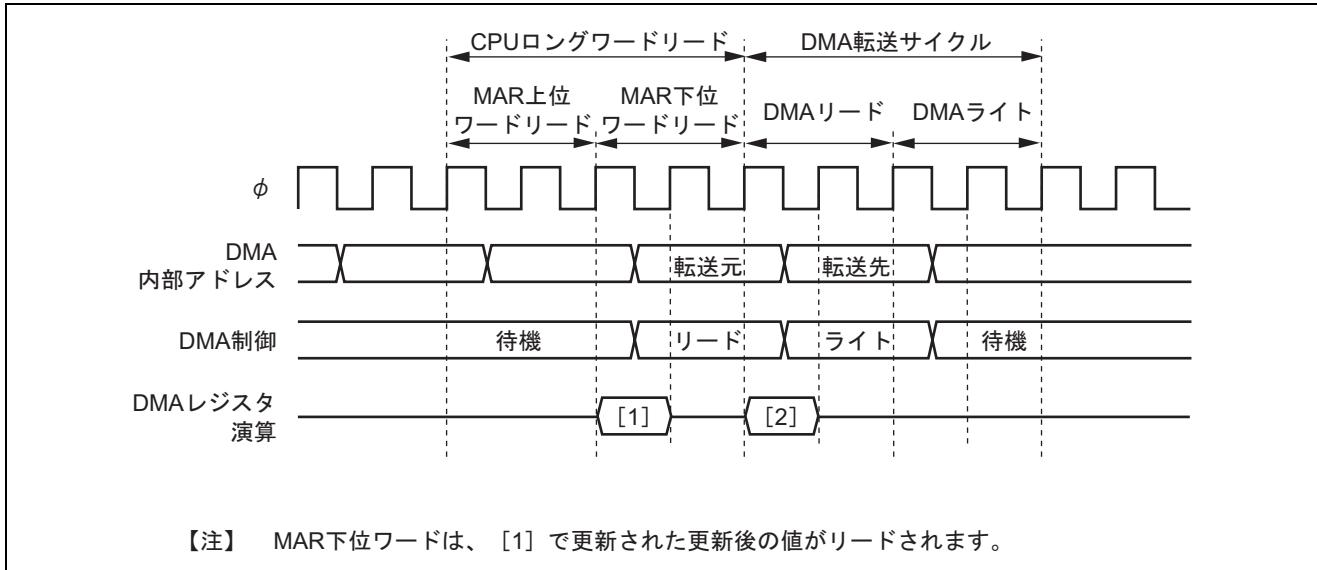

図 8.44 DMAC レジスタの更新と CPU リードの競合
- DMACのレジスタリード直後にDMACの転送サイクルが起こると、図8.44のようにDMACのレジスタがリードされます。